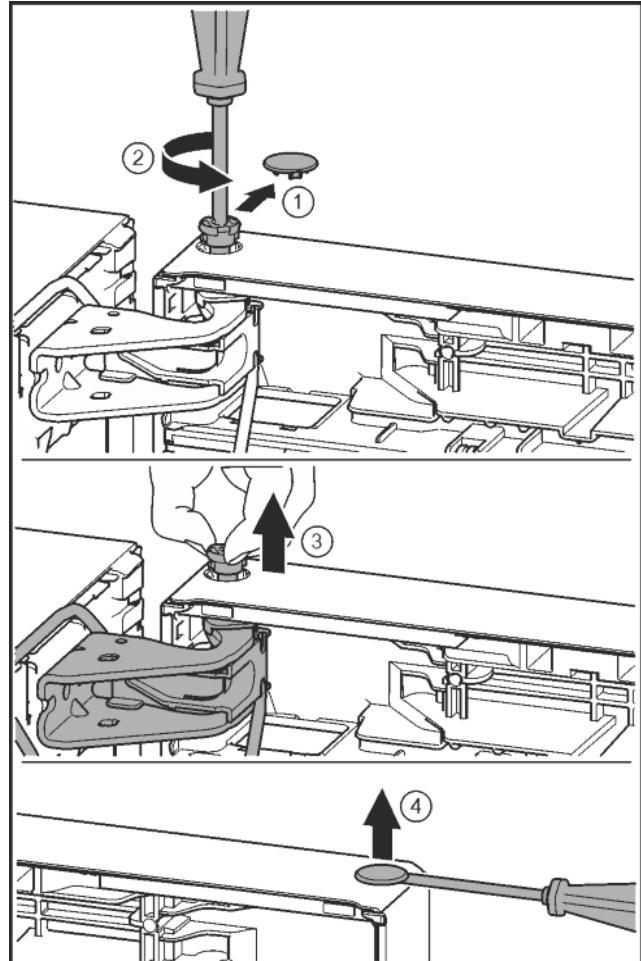

Fig. 25
- Осторожно снять предохранительную крышку. Fig. 25 (1)
- Немного выкрутить палец отверткой T15. Fig. 25 (2)
- Удерживать дверь и вытянуть палец рукой. Fig. 25 (3)
- Осторожно приподнять шлицевой отверткой заглушку из опорной втулки двери и вынуть. Fig. 25 (4)